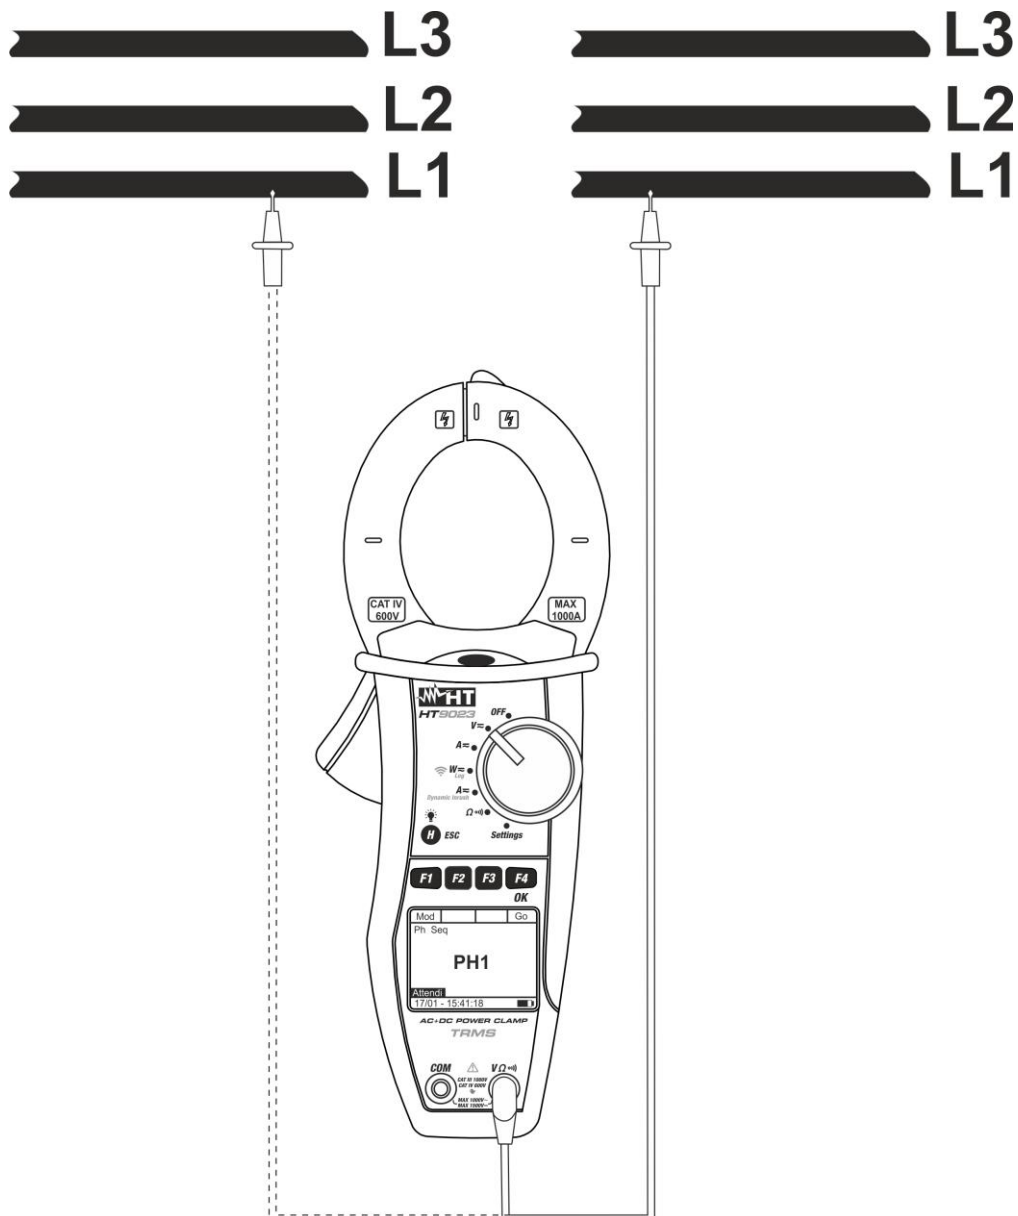

Fig. 8: Verifica della concordanza delle fasi
- Inserire il cavo rosso nel terminale di ingresso **VΩ** e posizionare il puntale sulla fase L1 della prima terna trifase del circuito in esame (vedere Fig. 8)
- Lo strumento mostra il messaggio **"PH2"** e attende il rilevamento della fase L1 della seconda terna trifase. Collegare il puntale rosso alla fase L1 della seconda terna trifase (vedere Fig. 8)